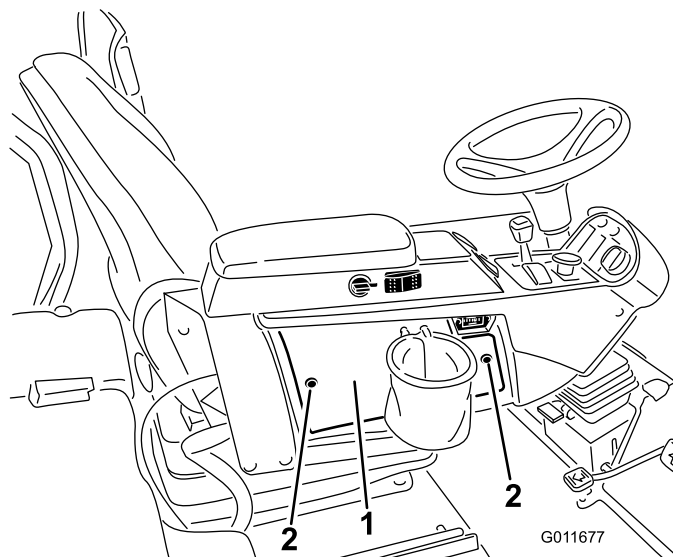

Figura 13
2. Rimuovete le due viti e i due distanziali che fissano la copertura laterale del gruppo bracciolo (Figura 13). In questo modo si scopre il cablaggio all'interno del gruppo bracciolo.